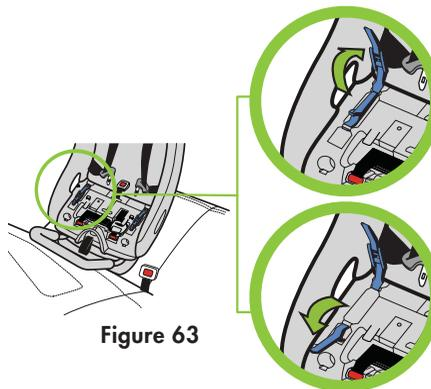

**Figure 62**
**IMPORTANT:** La base du siège NE doit PAS prolonger au-delà du bord du coussin de siège de véhicule, tel qu'illustré dans la **Figure 62**.